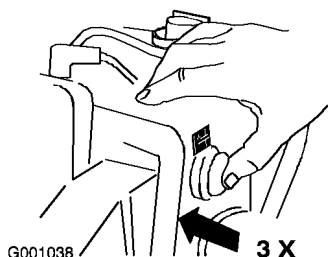

Bild 24
6. Drücken Sie die Kaltstarthilfe kräftig dreimal mit dem Daumen, halten Sie die Kaltstarthilfe jeweils für eine Sekunde gedrückt (Bild 24).